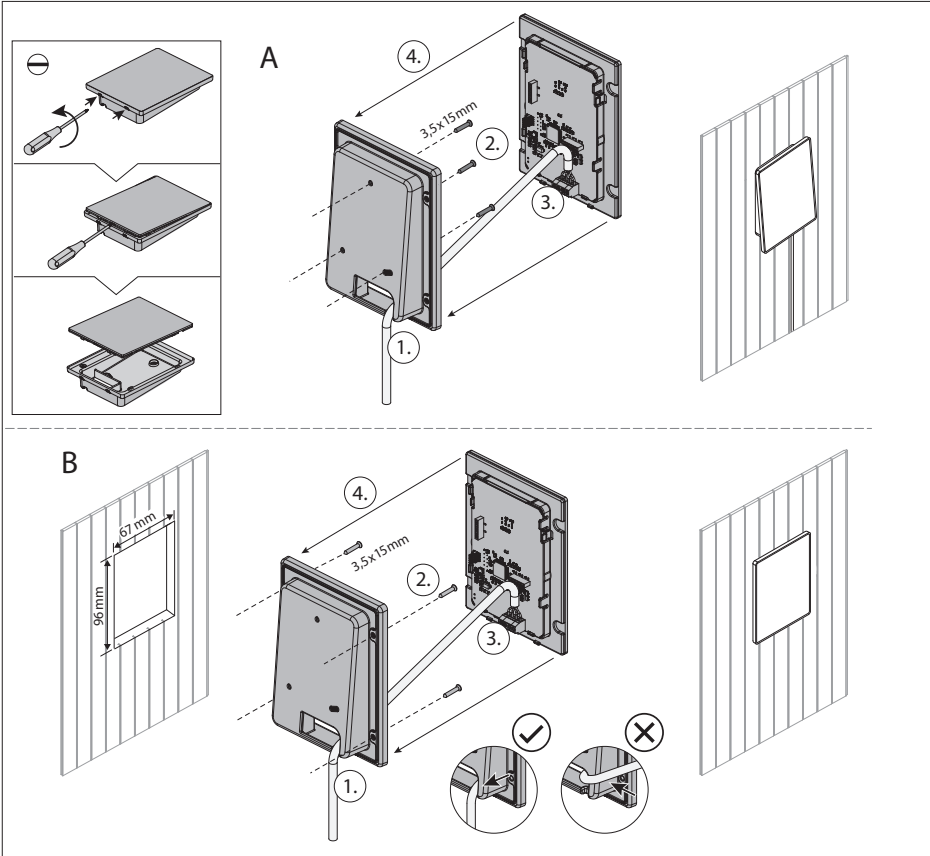

Bild 1: Montera ljusregleringen Xenio RGBW
Ljusregleringen Xenio RGBW kan monteras på väggen (A) eller integreras (B), se bild 1